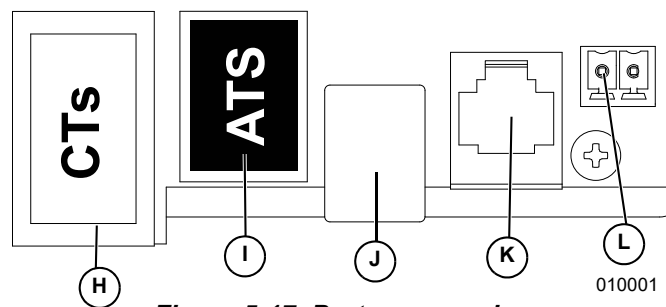

Figure 5-17. Ports accessoires
2. Voir Figure 5-17. Raccorder le câble Cat 5 à un port accessoire pour TC (H).